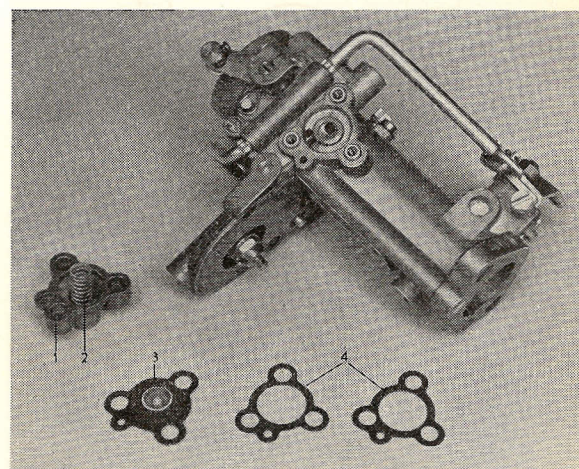

Bild 95.
4. Tag bort ekonomiventilen, se bild 95. Tag därefter bort flottörventilen, tomgångsskruven och luftskruven.